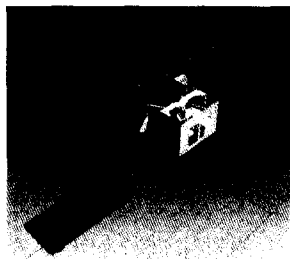

图4 大型零件加工
(2) 大型、超大型零件加工 大型、超大型零件的加工按传统加工方式需要比零件更大的机床进行加工, 若使用并联机床加工可以轻松解决, 实现以小加工大的目的。加工大型板件, 由于工件自身有一定的扭曲, 按传统的方式加工极为困难, 甚至无法加工; 应用并联机床则很轻易完成这项工作。如图4所示, 加工时将工件随意固定于工装上, 用3D测头快速检测出工件需要加工的位置, 建立工件坐标